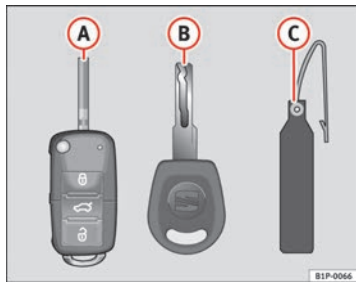

Abb. 42 Schlüsselsatz
- einem Funkschlüssel ⇒ Abb. 42 **A**